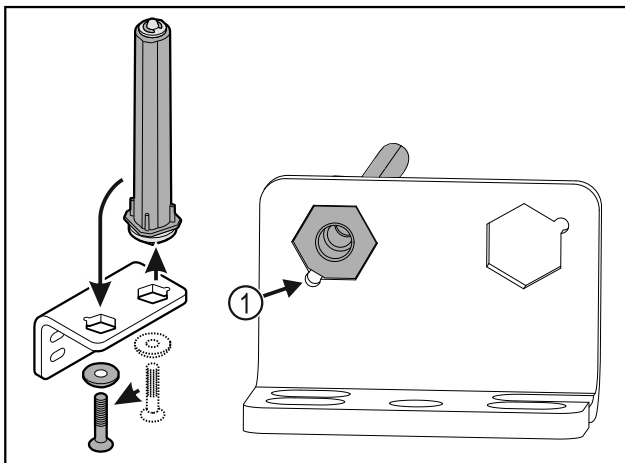

Fig. 40
- ▶ Let erop dat bij het plaatsen de boutafschuining Fig. 40 (1) naar het ronde gat wijst.